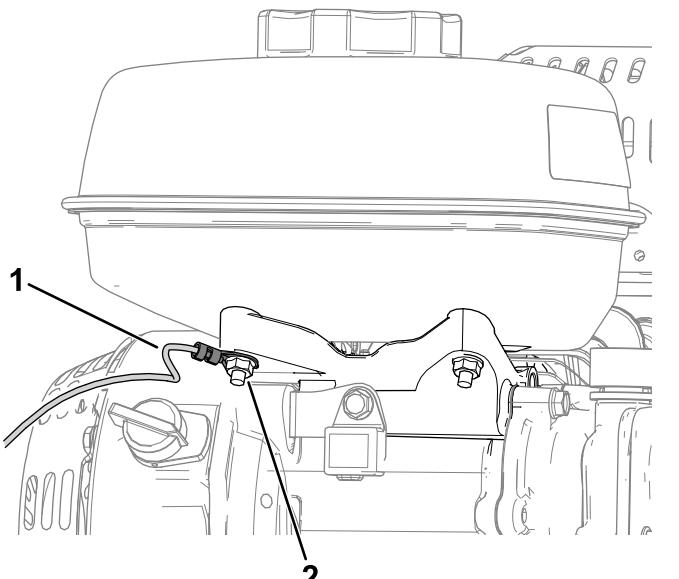

Bild 3
- Schließen Sie den Erdungsdrat (Ringklemme) am Motor mit einer vorhandenen Mutter unter dem Kraftstofftank an (Bild 3).